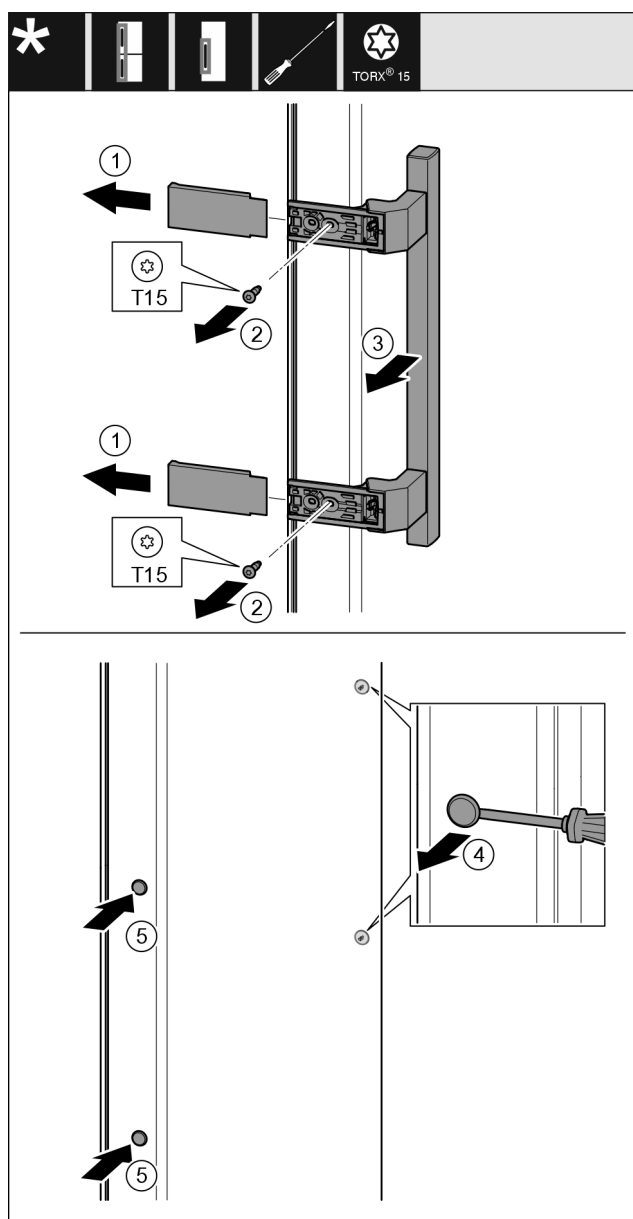

Fig. 19
- Togliere la copertura Fig. 19 (1).
- Estrarre le viti Fig. 19 (2) con un cacciavite.
- Rimuovere la maniglia Fig. 19 (3).
- Sollevare il tappo laterale Fig. 19 (4) con cautela con un cacciavite a intaglio ed estrarlo.
- Reinscrivere il tappo Fig. 19 (5) sull'altro lato.